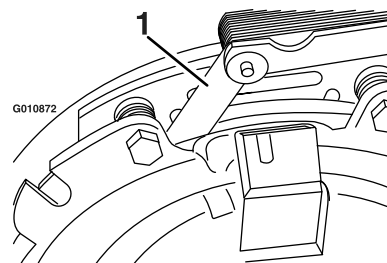

**Figura 65**
B. Usando un alicate de punta fina, o a mano, sujete la pestaña y retire el suplemento (Figura 65).
Retire cualquier acumulación de hierba, suciedad u otros residuos de la rejilla del motor. Esto ayuda a asegurar una refrigeración adecuada y una velocidad de motor correcta, y reduce la posibilidad de sobrecalentamiento y daños mecánicos al motor (Figura 65).